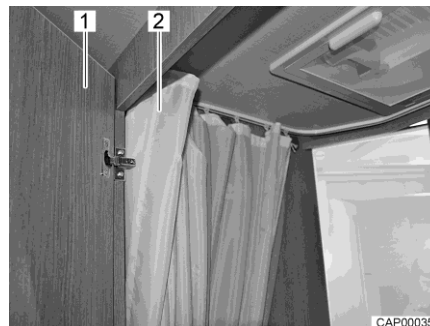

Bild 129 Toalett med dusch
- Stäng dörren (Bild 129,1) när du vill duscha och dra till duschdraperiet (Bild 129,2 och Bild 130,1 eller Bild 131,1) helt resp. stäng med tryckknapparna så att alla väggar är skyddade.